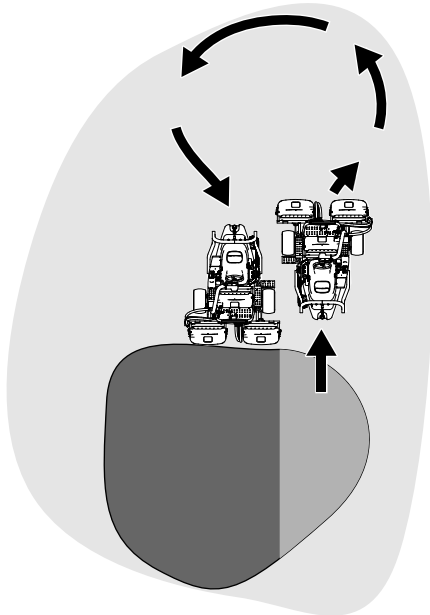

Bild 28
6. Verkürzen Sie die Betriebszeit und vereinfachen Sie das Ausrichten für den nächsten Durchgang, indem Sie die Maschine vorübergehend in die entgegengesetzte Richtung und dann in die Richtung des ungemähten Teils drehen. Führen Sie eine tränenförmige Wende durch (Bild 28), um die Maschine schnell für den nächsten Durchgang auszurichten.